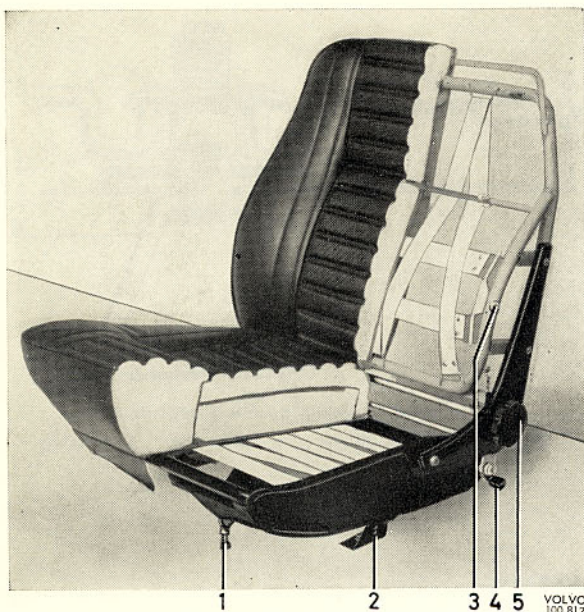

Bild 7. Framsäte (2-dörrars)
Framsätet är uppbyggt på rörram. Stoppningen består av skumplast, som är överdragen av textilturen vinyl. Sätet är justerbart i längdled genom att spärren (3 bild 5) lossas och sätet förskjutes. Sätet justeras i höjdled vid fästet (4) som är försett med hål på olika höjd. Sätet ställs i önskad lutning vid justeranordningen (5). Ryggstödet lutning justeras steglöst med rattet (2) vilken påverkar en excenter. Sätet är försett med justerbart svankstöd (se bild 7) vars spänning
justeras med en skruv (1 bild 5, 3 bild 7) på vardera sidan av ryggstödet. Sittdynorna är fästade i stolramen med tryckknappar.
Framsätena för 2-dörrars vagn är fällbara för underlättande av insteg till baksäte. De är försedda med spärr (4) mot framåttippning (se bild 7).